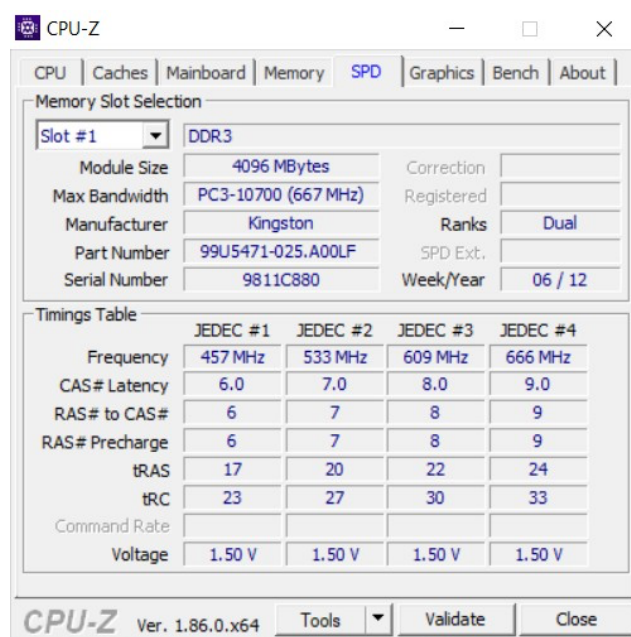

Figura 3. Características de los módulos de memoria proporcionadas por el fabricante
1. Desde los datos proporcionados por la hoja de especificaciones de los módulos (archivo kvr1333d3n9_4g.pdf) y el programa CPU-Z (Figuras 3 y 4) rellénese la siguiente tabla. Recuérdese que la figura 3 muestra información solo de un *slot*, pero existen otros 7 con idénticas características.